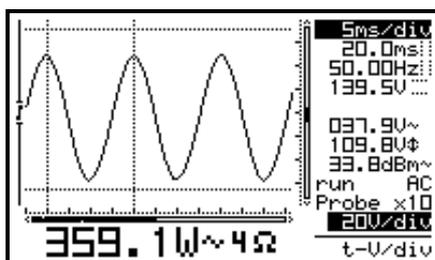

Fig 9
**Pulsación breve:** Use las teclas en forma de flecha "derecha/izquierda" para seleccionar una de las 5 lecturas posibles. **(fig. 9 en la p. 13).**